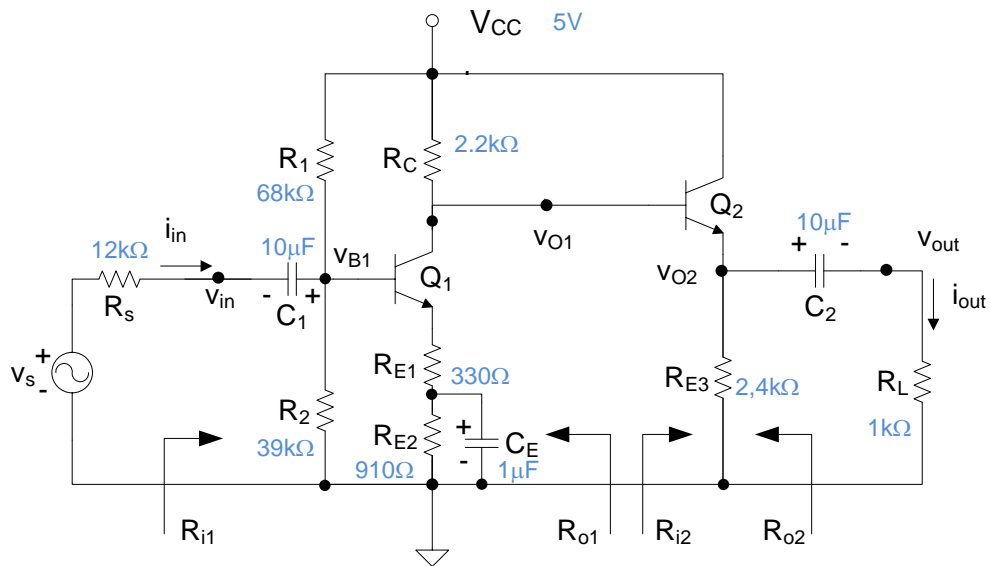
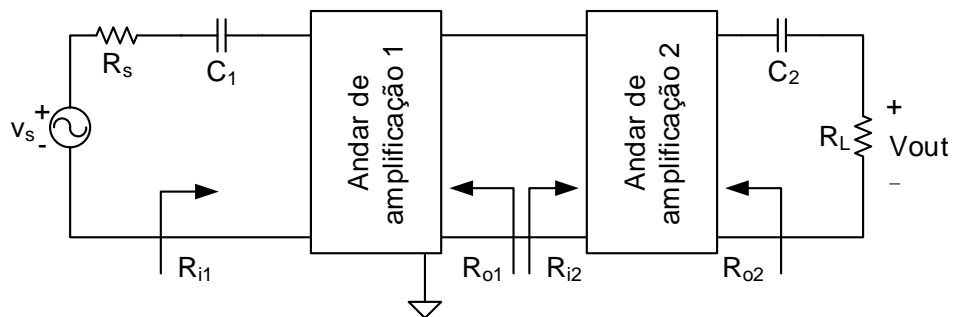

Figura L1.1 – Amplificador discreto com transistores bipolares.
Figura L1.2 – Andares de amplificação ligados em cascata.
Considere o circuito amplificador da Figura L1.1, que é constituído por dois andares de amplificação, identificados na Figura L1.2. O primeiro é um amplificador com um transístor em montagem de emissor comum degenerado e o segundo um amplificador seguidor de emissor ou coletor comum.
- 5.1. Identifique na Figura L1.1 os terminais dos transístores, consultando [3]. Monte o circuito na placa de *breadboard* sem incluir os condensadores C_1 , C_2 e C_E e as resistências R_S e R_L . Não ligue a fonte de alimentação.